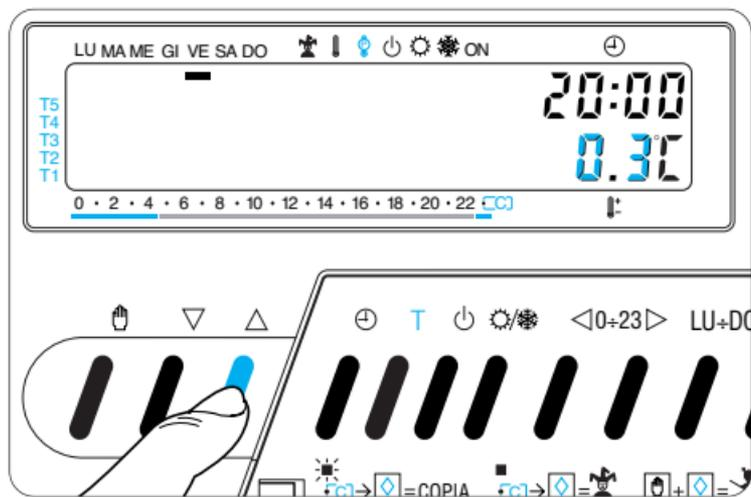

Fig. 17
**4.3** - Premere il pulsante  $\nabla$  (indietro) o  $\triangle$  (avanti) sino a che non si raggiunge il valore desiderato (fig. 17).